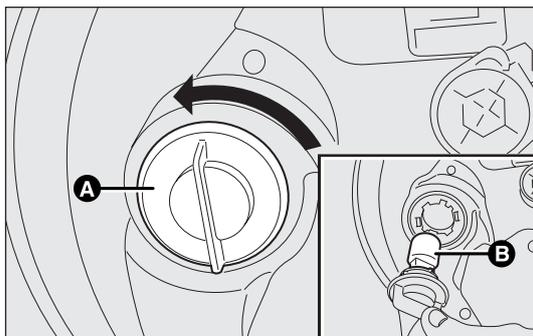

fig. 138
- ruotare in senso antiorario il portalamпада A-fig. 138 utilizzando l'aletta dedicata ed estrarlo;